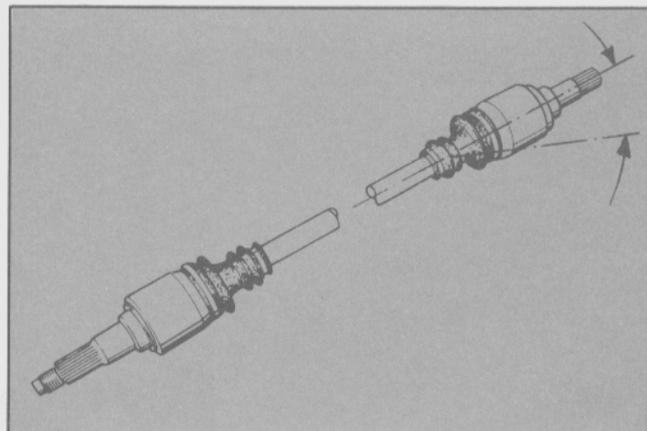

Fig. 68 - Semiejes.
- Retirar los semiejes fuera de la carcasa del diferencial (Fig. 68).